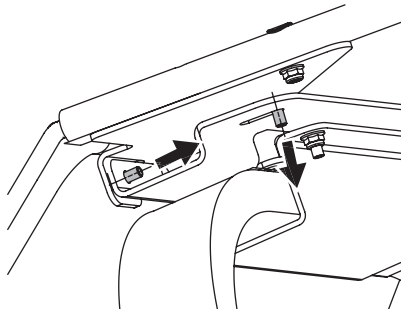

Figura 7
1. Colocando el bastidor completado por encima de los soportes del ROPS, deslice el bastidor en su lugar que no pueda moverse más y de modo que los pernos preinstalados estén en los orificios y las ranuras como se muestra en la Figura 7.
2. Levante mientras mueve el bastidor hacia atrás para quitar la cubierta de los soportes del ROPS. Es el movimiento contrario al mostrado en la Figura 7.